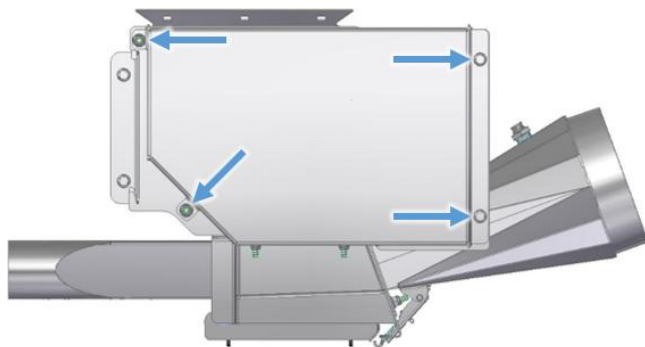

Figura 31
- As 2 porcas e os 2 parafusos na tampa de acionamento são abertos e a tampa retirada (veja Figura 31).
- Abra as 2 porcas e os 2 parafusos na tampa de acionamento e remova a tampa (ver Figura 31).